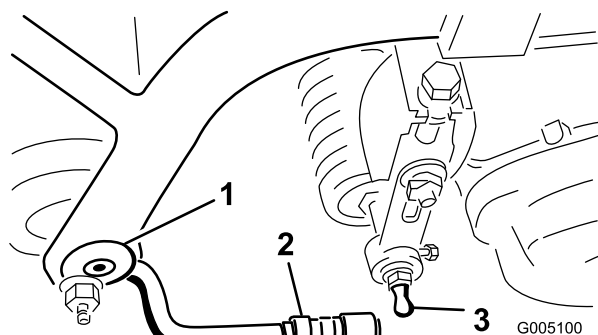

Figura 8
- Montate una rondella ed un prigioniero a sfera su ciascun lato del rullo anteriore degli apparati di taglio (Figura 8).
- Fate scorrere indietro il manicotto sul giunto sferico e ruotate il braccio di traino verso il basso in modo che l'attacco si agganci sul prigioniero a sfera. Rilasciate il manicotto in modo che scorra sul prigioniero e blocchi l'intero gruppo (Figura 8).